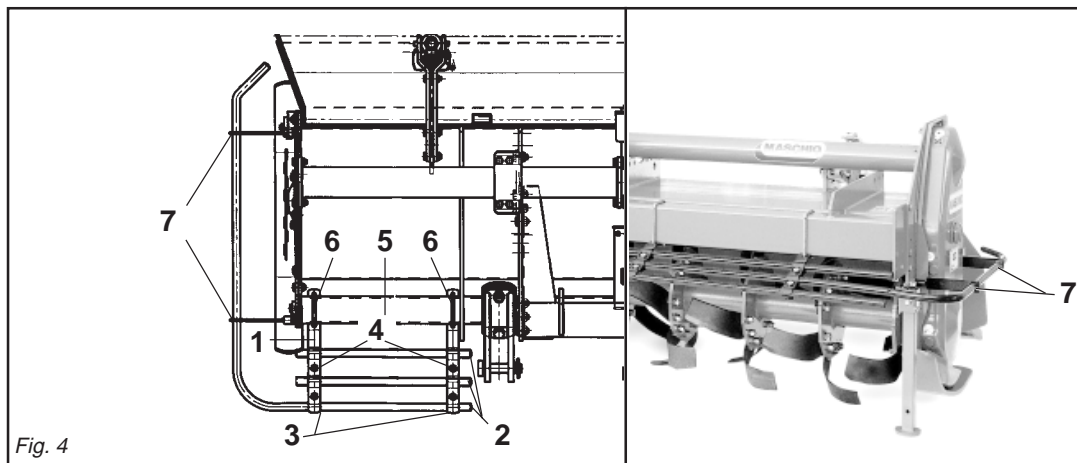

Fig. 4
- Il gruppo delle protezioni, composto dall'attacco (1 Fig. 4) che fa da fermo per i tubi (2 Fig. 4) bloccati dalla staffa (3 Fig. 4) e dalle viti (4 Fig. 4), è fissato al tubo quadro anteriore (5 Fig. 4) mediante i cavallotti (6 Fig. 4), e va posizionato uno a destra e uno a sinistra il più esternamente possibili.
- Lateralmente, su entrambe le fiancate, vanno fissate tramite le viti delle protezioni sagomate (7 Fig. 4).
- *The protection unit, consisting of the coupling (1 Fig. 4) that acts as a clamp for the pipes (2 Fig. 4) locked by the bracket (3 Fig. 4) and by the screws (4 Fig. 4), is fixed to the square front pipe (5 Fig. 4) by the U-bolts (6 Fig. 4) and should be positioned as far outwards as possible, one on the right and the other on the left.*
- *The shaped protections should be fixed laterally with screws to both the sides (7 Fig. 4).*
- Die Gruppe der Schutzvorrichtungen, die sich aus dem Anschluß (1 Abb. 4), der zur Arretierung für die Rohre (2 Abb. 4) dient, die durch den Bügel (3 Abb. 4) blockiert werden, und den Schrauben (4 Abb. 4) zusammensetzt, wird am vorderen Vierkantrohr (5 Abb. 4) mit den U-Bolzen (6 Abb. 4) befestigt. Eine davon ist rechts und eine links, so weit wie möglich außen anzubringen.
- Seitlich auf den beiden Seitenteilen sind die geformten Schutzteile (7 Abb. 4) mit Schrauben zu befestigen.
- *Le groupe des protections, comprenant l'attelage (1 Fig. 4) qui sert de butée pour les tubes (2 Fig. 4) bloqués par la bride (3 Fig. 4) et par les vis (4 Fig. 4), est fixé au tube carré avant (5 Fig. 4) par des crampons (6 Fig. 4). Positionner une protection à droite et une à gauche, le plus possible à l'extérieur.*
- *Les protections galbées doivent être fixées latéralement, des deux côtés avec les vis des protections (7 Fig. 4).*
- El grupo de las protecciones, compuesto por la conexión (1 Fig. 4) que funciona como bloqueo de los tubos (2 Fig. 4) bloqueados a su vez por el soporte (3 Fig. 4) y por los tornillos (4 Fig. 4), está fijado en el tubo cuadrado anterior (5 Fig. 4) mediante los pernos de U (6 Fig. 4) y debe ser emplazado uno a la derecha y uno a la izquierda lo más externamente posible.
- Lateralmente, sobre ambos lados, debemos fijar mediante los tornillos las protecciones molduradas (7 Fig. 4).